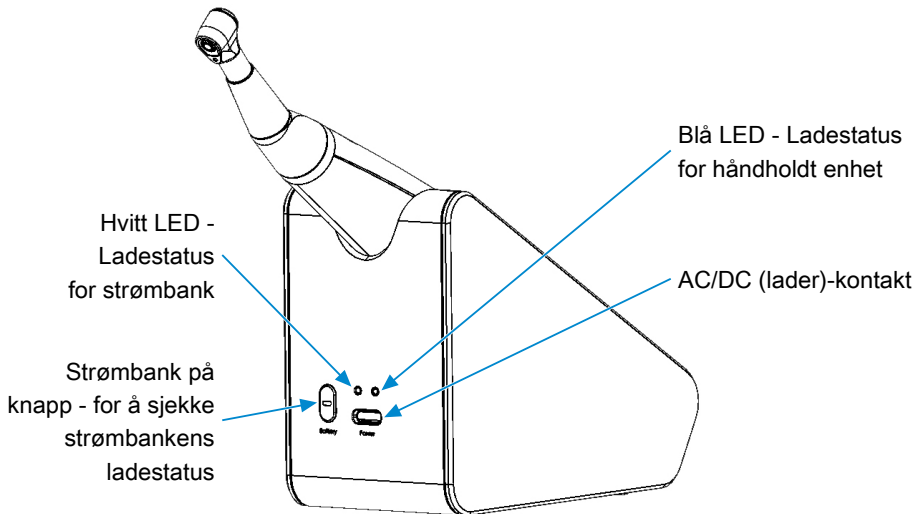

Fig. 2 : Bakvisning
- Koble ladekabelen til ladeinngangen på strømbanken (se [► Fig. 2]). Sett laderen inn i strømuttaket.